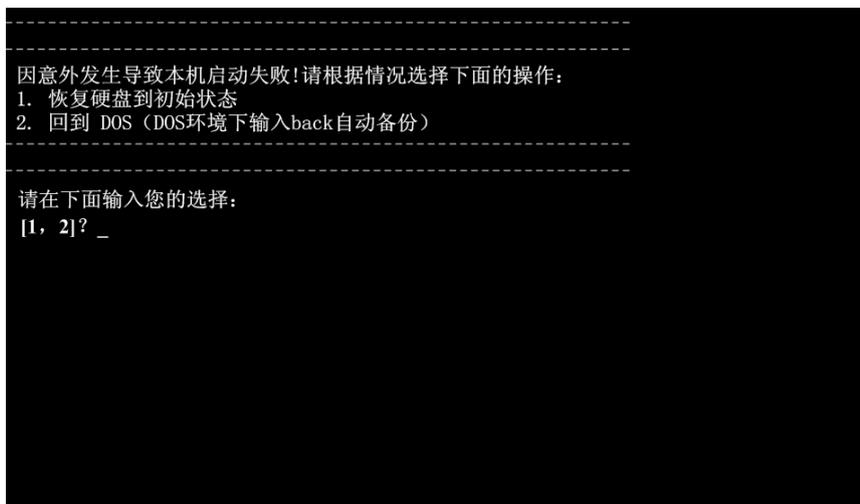

图 6-6 DOS 启动界面
3. 从 U 盘启动，进入到一键还原 DOS 环境，如图 6-6 所示，选择 2 退回到 DOS 环境，在新画面中输入“back”进入备份选择菜单环境，选择 2，系统进行备份。备份完成后，关闭电源，拔出 U 盘启动盘。
3. 从 U 盘启动，进入到一键还原 DOS 环境，如图 6-6 所示，选择 1，界面更新，再次选择 1 后系统进行还原。完成后需重新启动系统，同时立即拔出 U 盘启动盘。